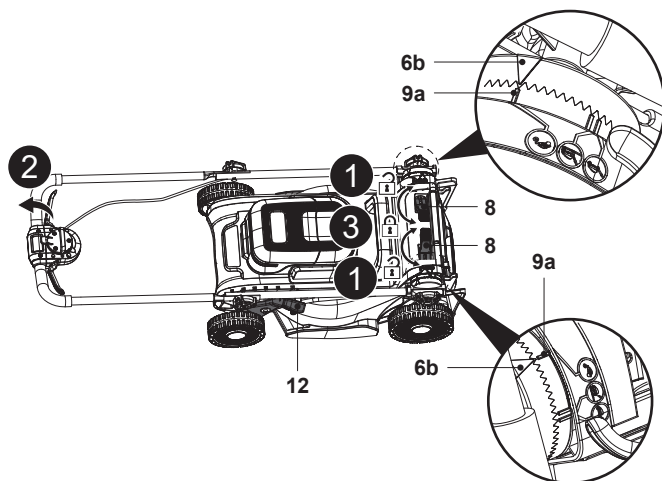

Fig. 23
1. Oprește produsul și scoate acumulatorul (24) înainte de depozitare.
- Scoate colectorul de iarbă (7) / accesoriul de mărunțire (23).
- Pune maneta pentru reglarea înălțimii de tăiere (12) în poziția cea mai joasă.
- Slăbește cele două manete de fixare (8), apoi pliază complet ansamblul mânerului (fig. 23, pași 1 și 2).
- Fixează conexiunile blocând cele două manete de fixare (8) și asigură-te că triunghiul indicator (6b) este aliniat cu indicatorul de parcare (9a) pentru a evita extinderea (fig. 23, pasul 3).
8. Se recomandă depozitarea mașinii de tuns iarba cu colectorul de iarbă (7) prins și cu accesoriul de mărunțire (23) instalat în ea (fig. 23).